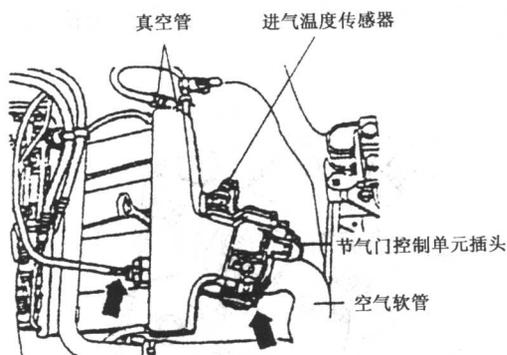

图 1.24 拆下节气门控制装置的拉锁和软管
(2) 拆下冷却液膨胀罐和软管。
(3) 拆下节气门控制装置处的节气门拉锁和空气软管，断开通向活性炭罐真空管，拉出通往制动助力器的真空管，如图 1.24 所示。